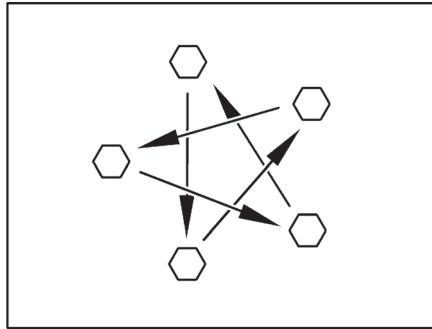

Bild 287 Dra åt hjulmuttrarna eller hjulbultarna korsvis
- Kontrollera regelbundet att hjulmuttrarna eller hjulbultarna är ordentligt åtdragna. Om du har bytt däck ska hjulmuttrarna eller hjulbultarna dras åt korsvis efter 5 mils körning (Bild 287).
- ▷ Dra åt hjulmuttrarna eller hjulbultarna korsvis (Bild 287).